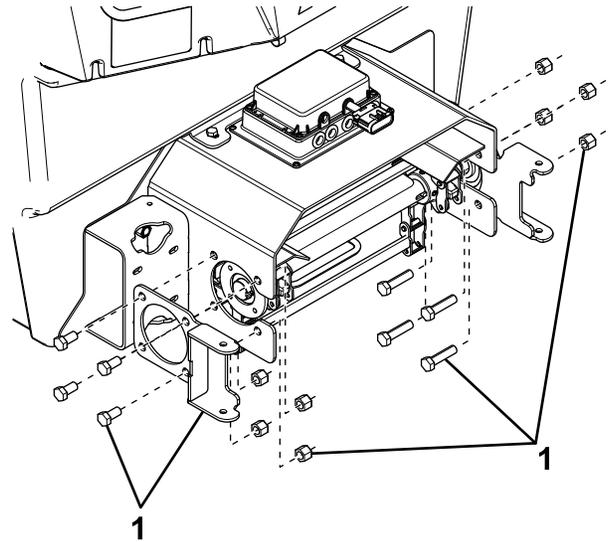

Figure 15
12. Retirez et mettez au rebut les boulons et les écrous qui fixent les supports de cheville de verrouillage à l'épandeur (Figure 15). Mettez au rebut le support de cheville de verrouillage.